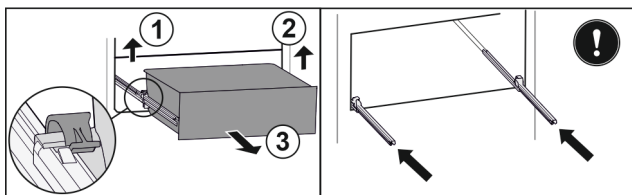

Fig. 62
- Приподнимите левый зажим и одновременно вытяните движением вперед выдвижной ящик слева. Fig. 62 (1)
- Приподнимите правый зажим и одновременно вытяните движением вперед выдвижной ящик справа. Fig. 62 (2)
- Извлеките выдвижной ящик движением вперед. Fig. 62 (3)